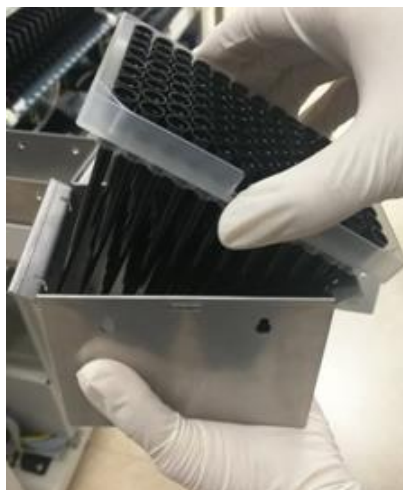

Рис. 4.2-2. Загрузка новых одноразовых наконечников
6. Возьмитесь за ручки с обеих сторон нового блока наконечников и осторожно установите его в держатель блока наконечников (см. рисунок 4.2-2) таким образом, чтобы обращенные внутрь фиксаторы на ручках полностью закрепились в углублениях на держателе блока наконечников. Затем установите держатель с блоком наконечников в свободную позицию в выдвижном отсеке.